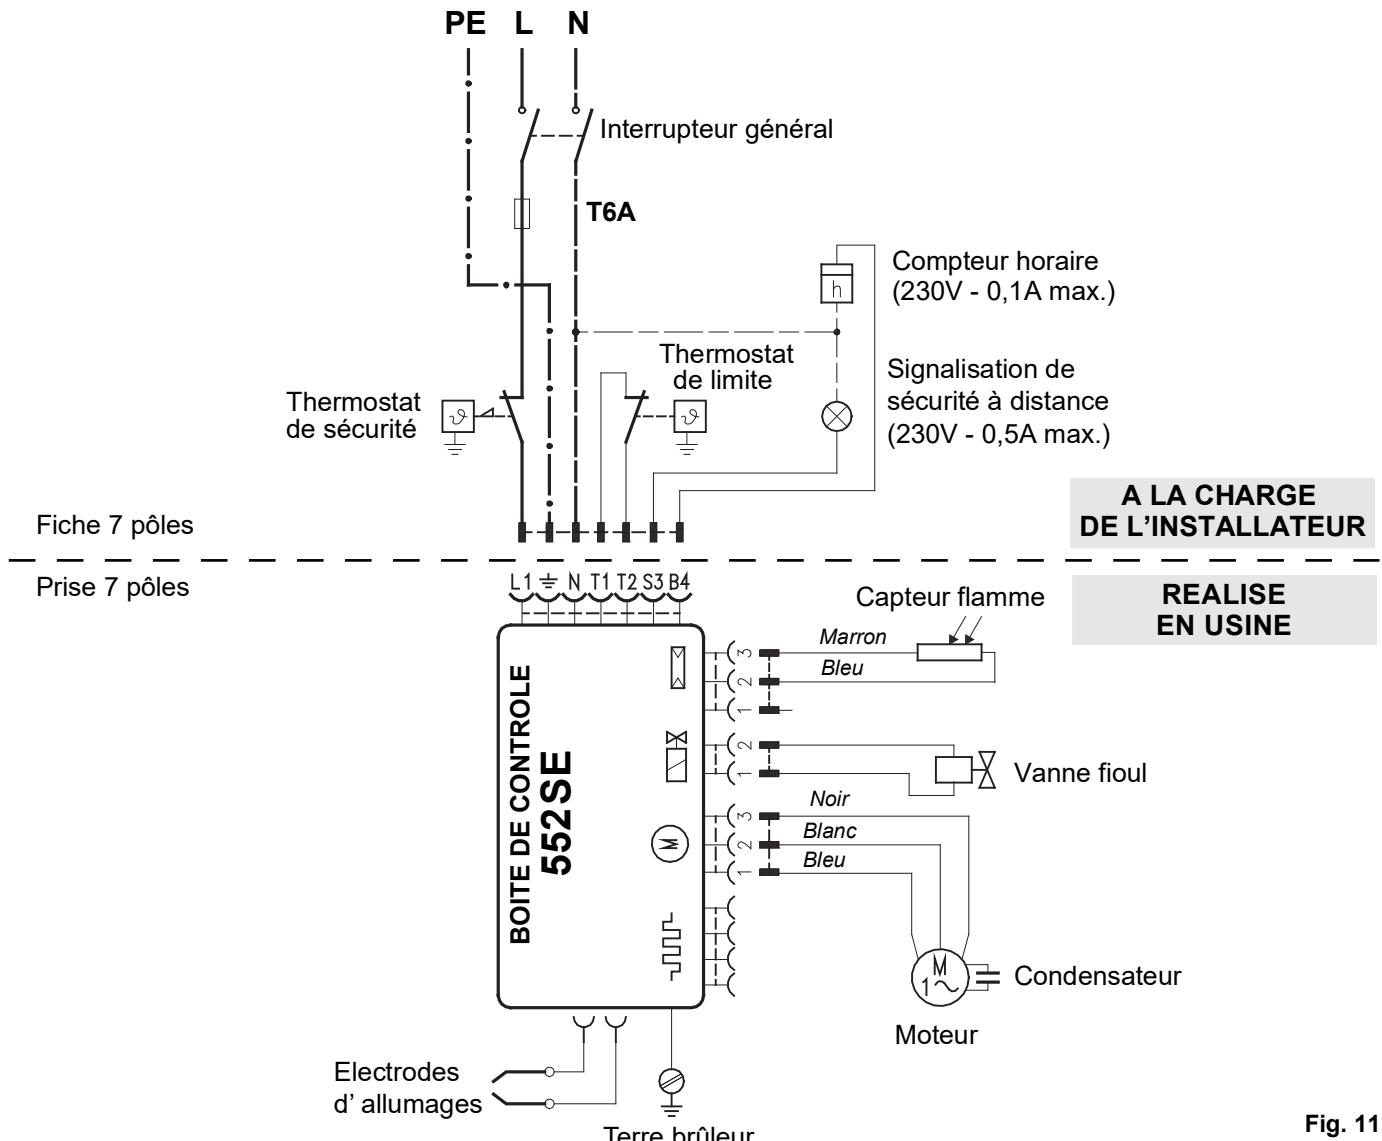

Fig. 11
Sur la figure 11, la tête est réglée pour un débit de 3,50 GPH à 12 bar. La tige de réglage (9) est, en effet, dans la position **2,5**, comme indiqué dans le Tab. D, à la page 8.